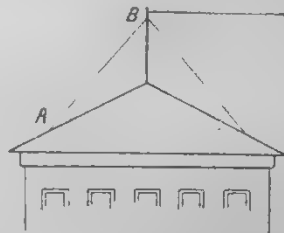

Рис. 1. Установка мачты на крыше.
4. Какие меры безопасности могут быть приняты?—Если лопнет антенна, то при своем падении особенного вреда она не причинит, в худшем случае она хлестнет кого-либо более или менее сильно. Иное дело, если свалится с крыши мачта. Она может уже убить человека. Поэтому, как бы ни соорудилась мачта, ее следует так привязать к оттяжке АВ (рис. 1), чтобы она ни коим образом не могла свалиться, и в случае поломки повисла бы на оттяжке АВ, привязанной к крыше. Если при сооружении мачты не будет сделано никаких ошибок, то это—излишняя предосторожность, но если сделаны какие-либо оплошности, то она может предохранить от многих неприятностей.